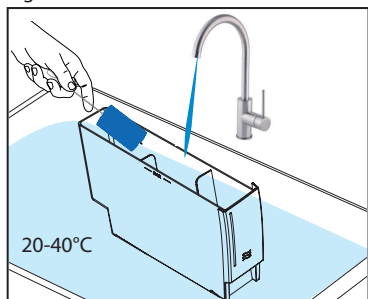

Fig. 2
2. Vask vandtanken med rent vand, 20-40 °C. Et rengøringsmiddel, der er sikkert for fødevarer, kan anvendes efter behov. (Se fig. 2).